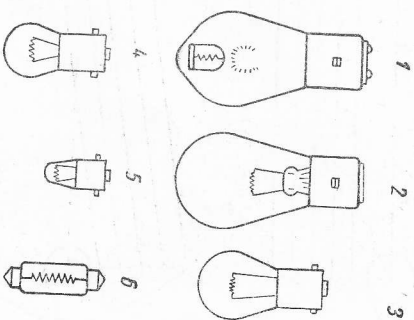

Рис. 48. Типы ламп.
хословацкой Социалистической Республики нормализованы (рис. 48):
1) двухнитевые лампы для фар с цоколем Ва 20d — 15/15 *вт* — 6 *в*, 25/25 *вт* — 6 или 12 *в* и 35/35 *вт* для 6; 12 и 24 *в* (1 на рис. 48);
2) однонитевые лампы для фар с цоколем Ва 20d — 15 *вт* — 6 *в* и 25 *вт* или 35 *вт* для 6; 12 или 24 *в* (2 на рис. 48);
3) грушевидные лампы для различных целей с цоколем Ва 15s — 15 *вт* для 6, 12 или 24 *в* и 20 *вт* — 12 или 24 *в* (3 на рис. 48);
4) шарообразные лампы с цоколем Ва 15s — 3 *вт* — 6 *в* или 12 и 5 *вт* — 6; 12 или 24 *в* (4 на рис. 48);
5) лампа со цоколем Ва 9s — 1,5 *вт* — 6; 12 или 24 *в* (5 на рис. 48);
6) лампы с цоколем Ва 7s — 1,2 *вт* — 6 или 12 *в* (5 на рис. 48);
7) софитные лампы 3 *вт* — 6 или 12 *в*, 5 или 10 *вт* — 6; 12 или 24 *в* (6 на рис. 48).